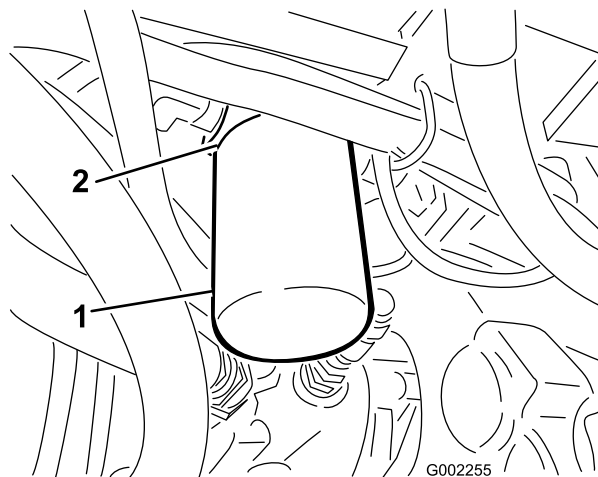

Bild 57
2. Reinigen Sie den Anbaubereich des Filters (Bild 57).
4. Entfernen Sie den Filter (Bild 57).
5. Fetten Sie die Dichtung des neuen Filters ein (Bild 57).